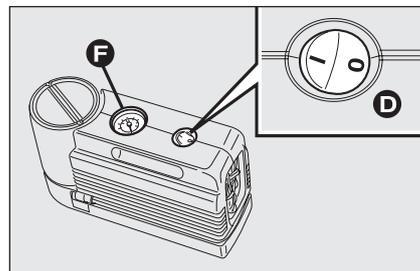
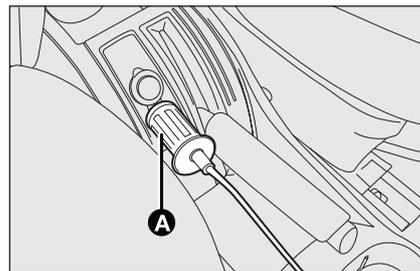

fig. 6
fig. 7
- vérifier que l'interrupteur **D**-fig. 6 du compresseur est en position 0 (éteint), démarrer le moteur, insérer la fiche **A**-fig. 7 dans l'allumecigares (ou prise 12V) et actionner le compresseur en mettant l'interrupteur **D** en position **I** (allumé). Gonfler le pneu à la pression indiquée dans le paragraphe « Pression de gonflage » du chapitre « Données techniques ».
Pour plus de précision dans la lecture, il est préférable de vérifier la valeur de la pression sur le manomètre **F-fig. 6** avec le compresseur éteint ;